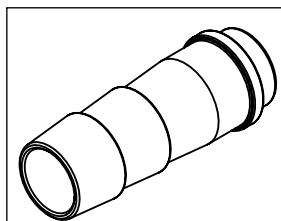

Fig. 2
- Portagomma DN 12 (2 pz.) vedi Fig. 2